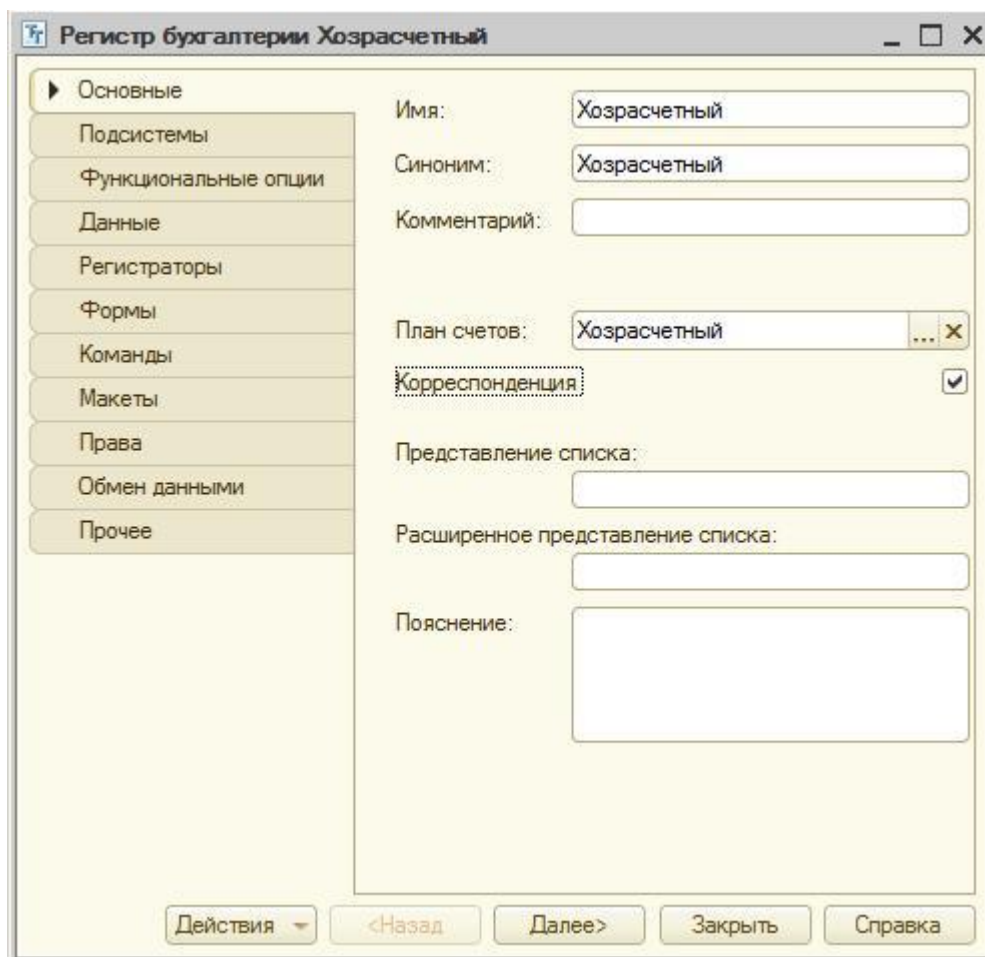

Рисунок 25.12. Настройка регистра бухгалтерии Хозрасчетный
12. Создадим *регрстр бухгалтерии Хозрасчетный*. В качестве плана счетов на вкладке **Основные**, рисунок 25.12, укажем ранее созданный *план счетов Хозрасчетный*. Установим флаг **Корреспонденция** – это будет означать, что *регрстр бухгалтерии* поддерживает корреспонденцию счетов, то есть – ведение учета методом двойной записи.